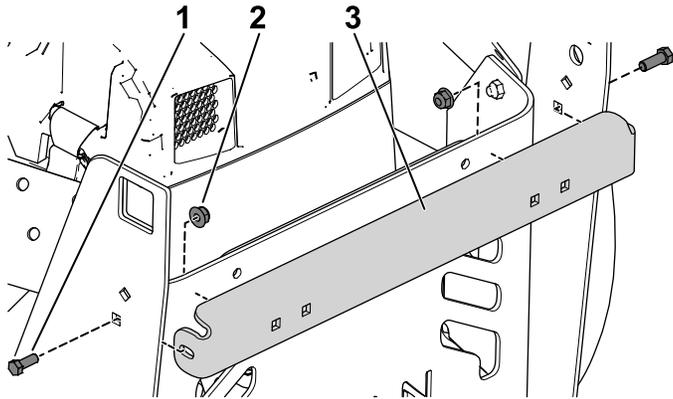

Figure 14
1. Fixez le renfort transversal au support du système de ramassage gauche et droit à l'aide de 2 boulons à tête hexagonale (5/16" x 7/8") et écrous à embase (Figure 14).